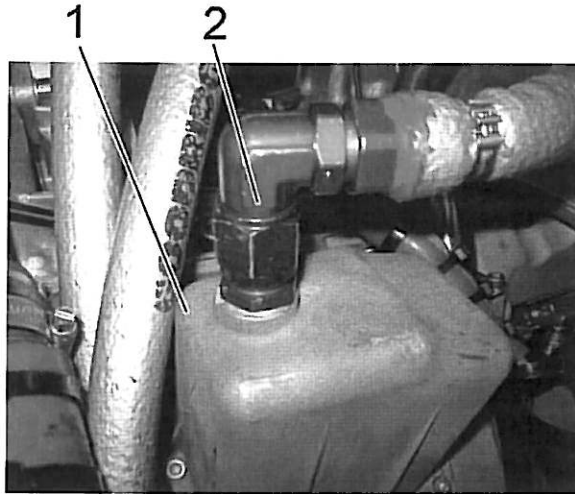

Bild 1 / Fig. 1
4. Den Anschluss der Blow-by Leitung am Vorabscheider lösen. Siehe Bild 1.
4. Detach the blow-by line at the pre-separator. See Fig. 1.
4. *Detach the blow-by line at the pre-separator. See Fig. 1.*